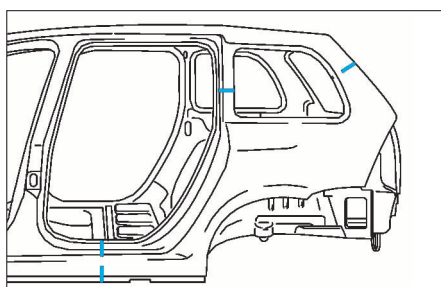

FIG. 136
- Souder par cordons successifs au MIG. Meuler les cordons (Fig.136).